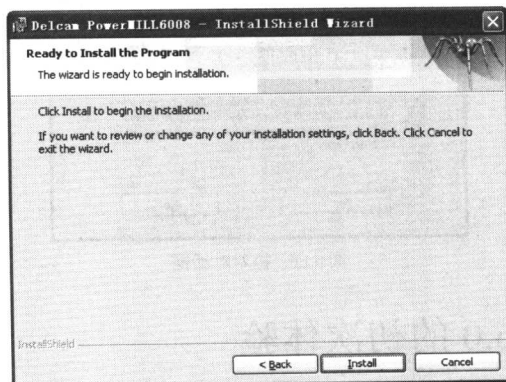

图1-8 准备安装状态界面
- 在界面中将全部选项选中，单击 **Next >** 按钮，进入如图 1-8 所示的准备安装状态界面。